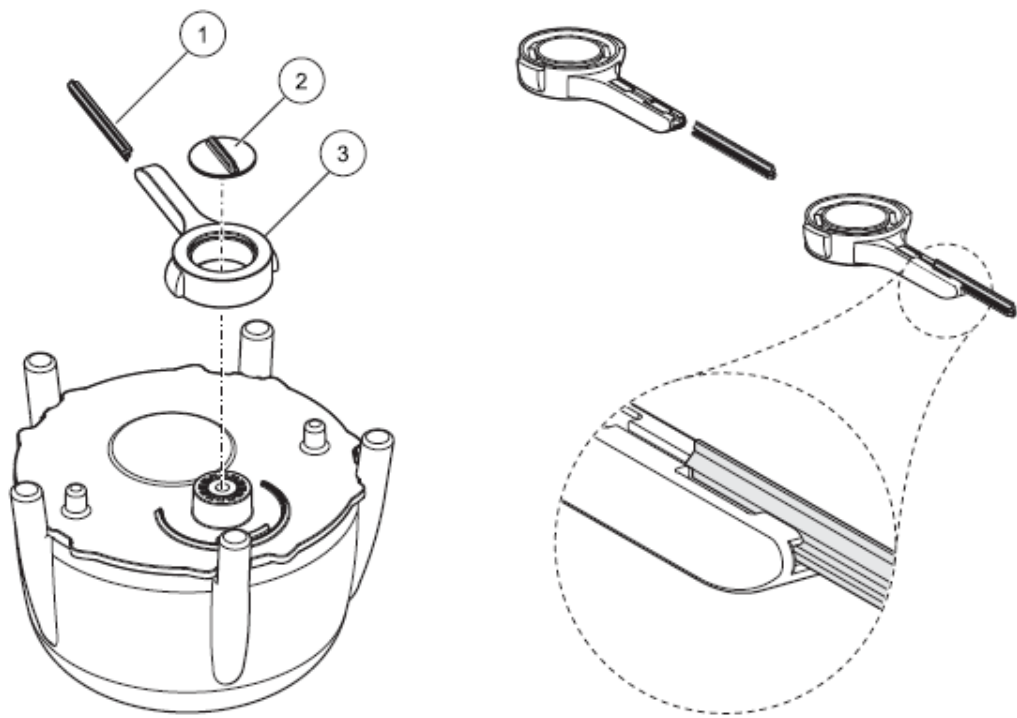

图7 擦拭器单元
更换 Profile 时，将擦拭器臂（见图 7 中的部件 3）移到中间的位置。
2、拆除导引螺丝（见图 7 中的部件 2）和擦拭器臂。